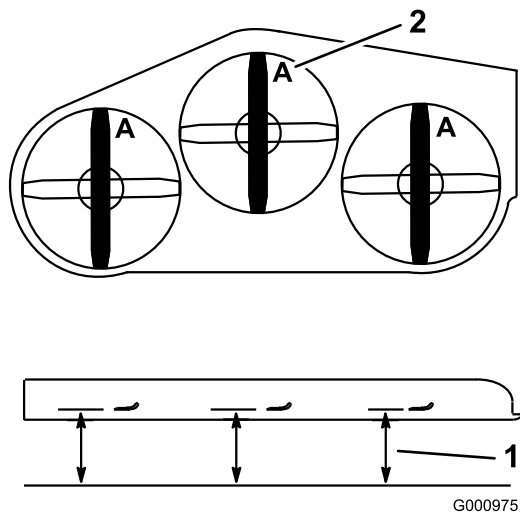

図 77
4. Aの位置で(図 77)、平らな床面からブレードの刃先までの高さを測る。